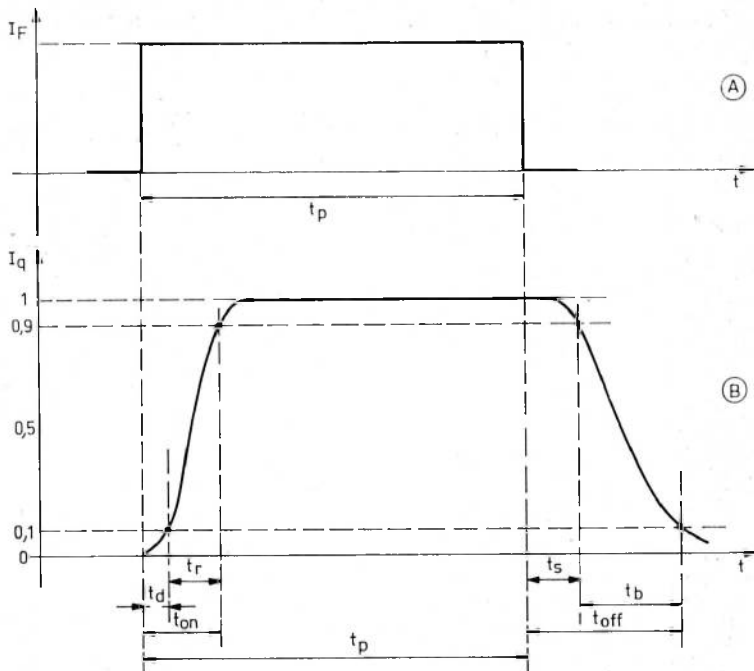

Figure 6
Voici à la figure 6 en (A) la tension d'entrée et en (B) la tension de sortie, que nous supposons non inversée.